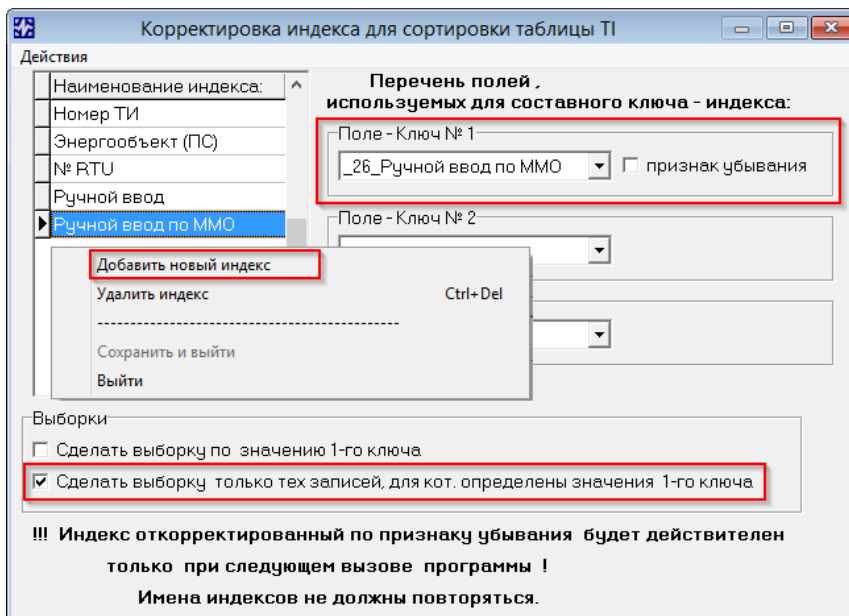

Рисунок 61. Настройка индекса для выборки ТИ с определенными флагами в архиве.
- Создайте индекс (Рисунок 61)